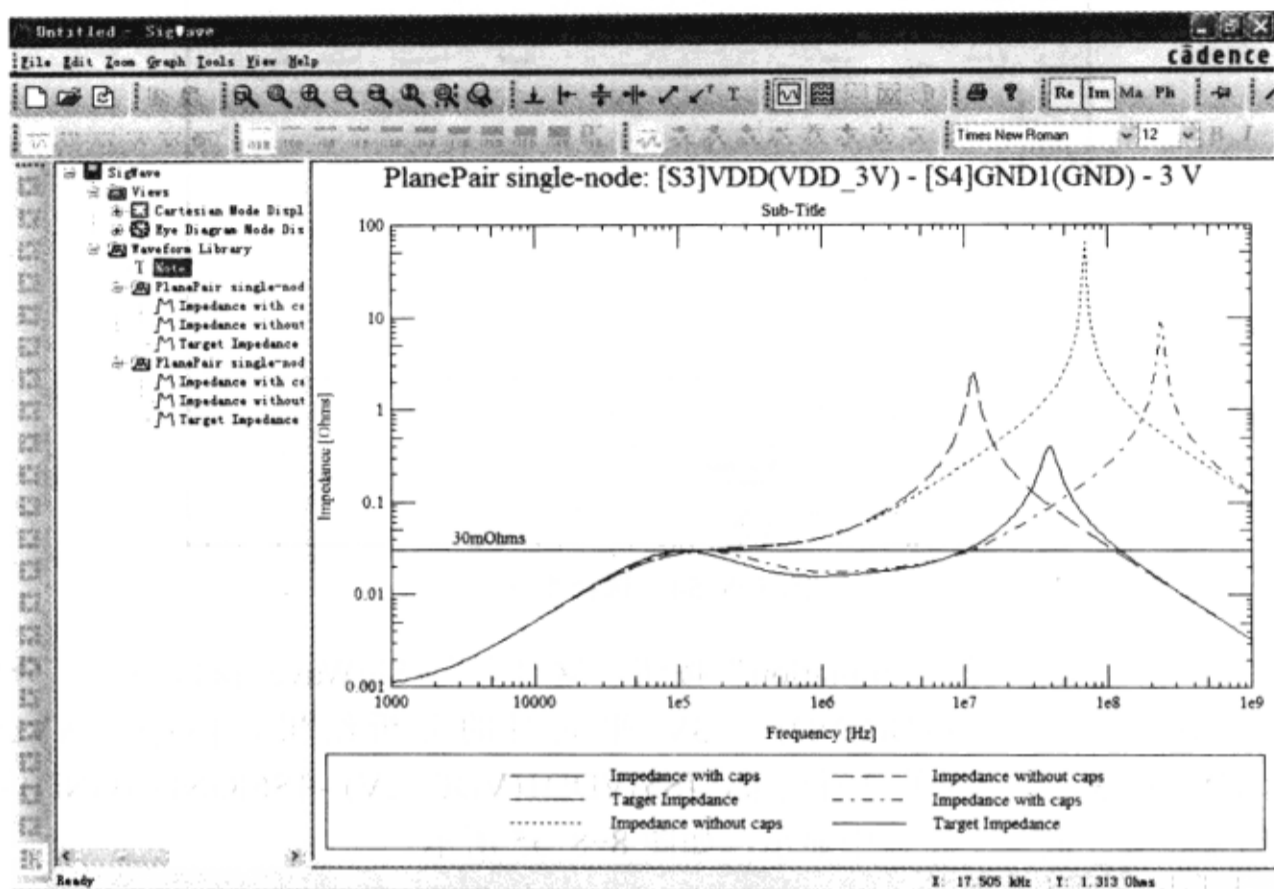

图 8-8-53 单节点仿真结果
(2) 在“Power plane pair”栏中选择“[S3]VDD(VDD\_3V) - [S4]GND1(GND) - 3V”。
(3) 单击“Single Node Simulation”按钮，在“SigWave”窗口中会同时显示[S1]VDD3(VDD\_3) - [S2]GND(GND) - 3V 和[S3]VDD(VDD\_3V) - [S4]GND1(GND) - 3V 平面对的分析结果，如图 8-8-53 所示。